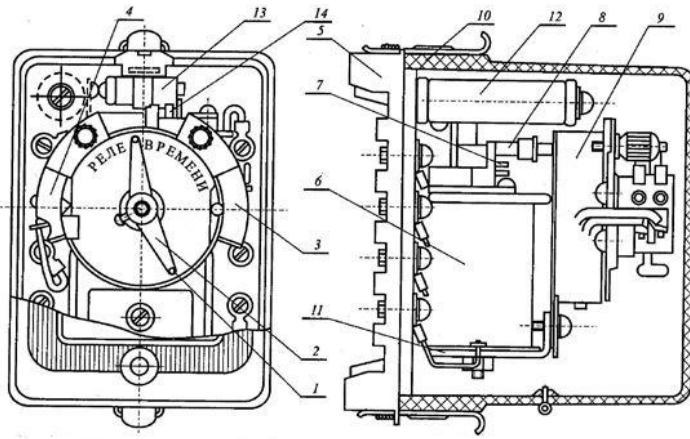

Рис. 1. Реле времени.
- 1. Назовите элемент 1, изображённый на рис. 1.**
6. Назовите элемент 5, изображённый на рис. 1.
7. Назовите элемент 10, изображённый на рис. 1.
9. Назовите элемент 14, изображённый на рис. 1.